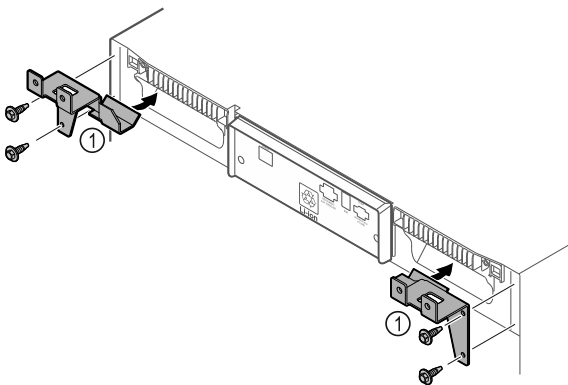

Fig. 11
- Monter les pièces de retenue Fig. 11 (1) sur l'appareil à l'aide de vis autotaraudeuses.